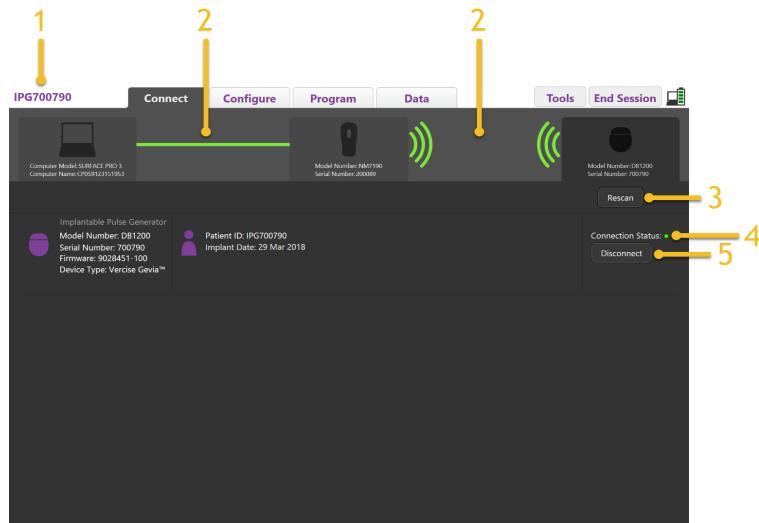

Abbildung 4. Hergestellte Verbindung zwischen dem CP und dem Stimulator
5. Sobald eine Verbindung zwischen dem CP und dem Stimulator hergestellt wurde, wird folgender Bildschirm angezeigt (Abbildung 4).